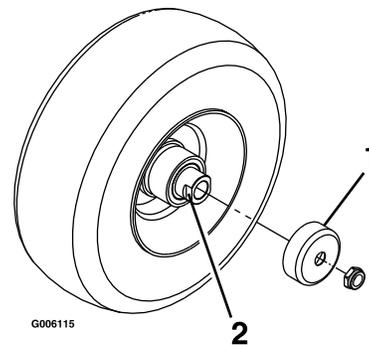

Рисунок 40
4. Снимите ограждения уплотнений со ступицы колеса (Рисунок 40).